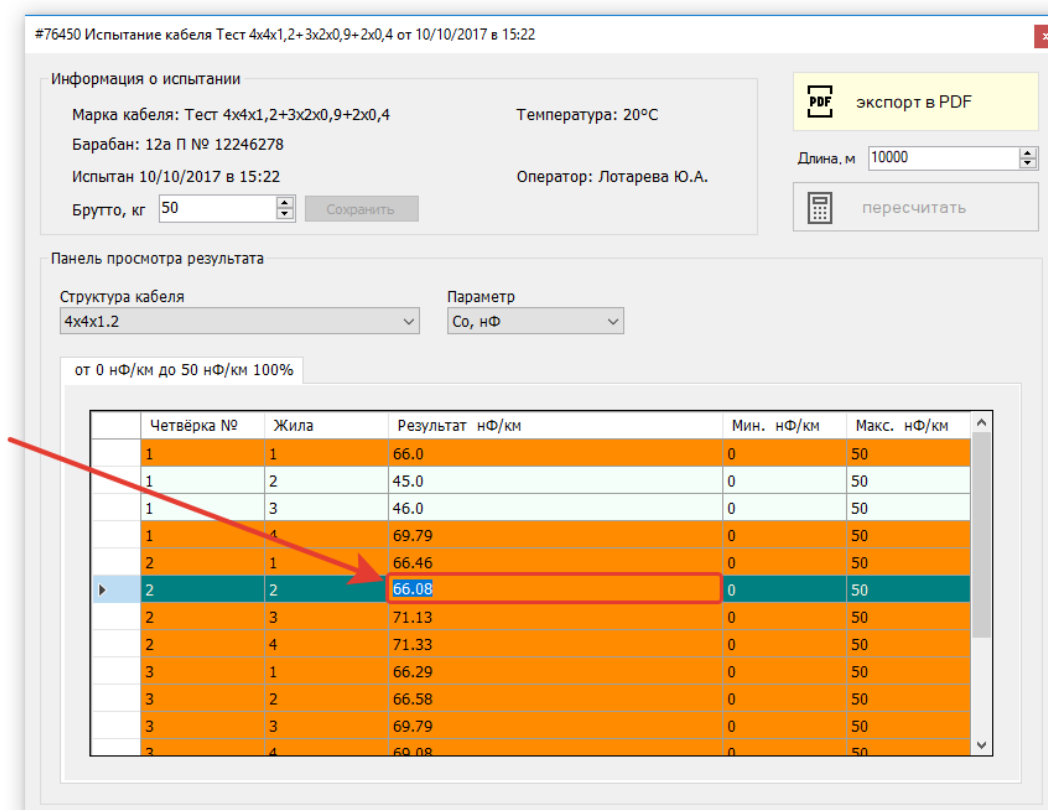

Рисунок 15: Вызов поля ввода нового результата.
- 1) Одиночным нажатием левой кнопки мыши по полю результата, который необходимо изменить, вызвать поле ввода нового значения (рисунок 15)